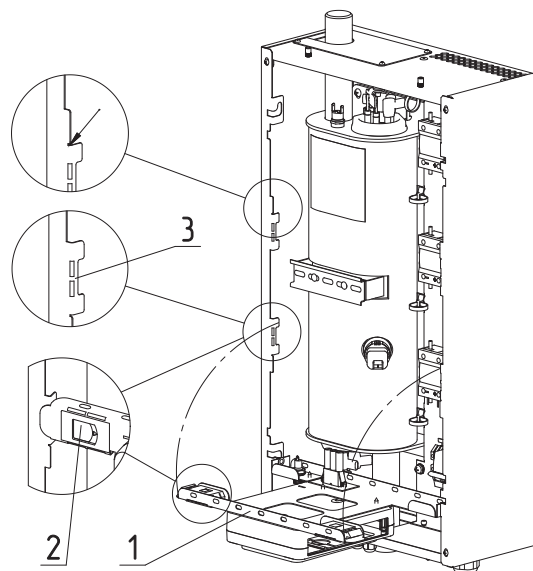

Рис.19 Откидывание кронштейна
- откинуть кронштейн для крепления пульта управления (рис.19 поз.1);
- отжать замки-защелки (рис.19 поз.2) с двух сторон;
- имеется возможность сменить положение кронштейна, достав его из пазов и закрепив в соответствующие пазы выше (рис.19 поз.3).